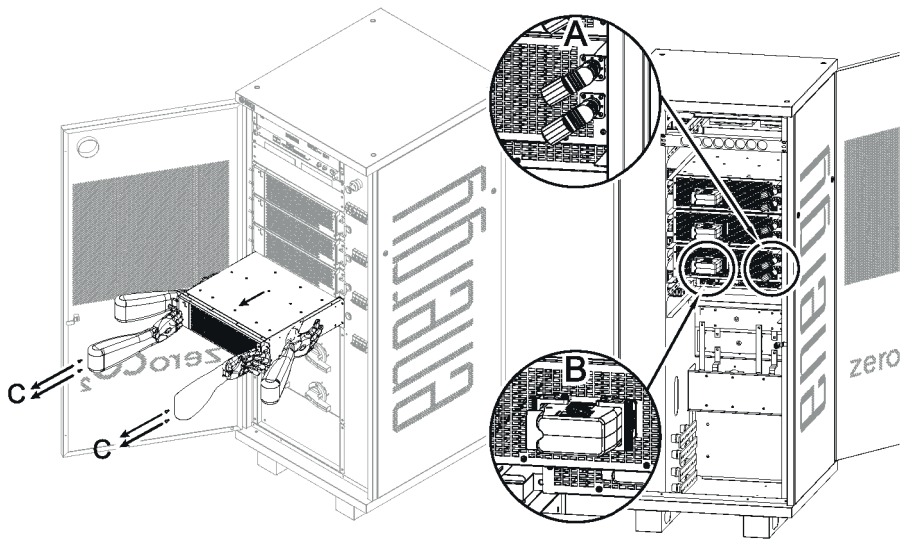

Fig. 7.17 - Sostituzione del modulo PCS
- Accedere dal pannello posteriore e scollegare i cavi di potenza DC (A, Fig. 7.17) e il connettore AC (B , Fig. 7.17) dal retro, scollegare i cavi di comunicazione dalla parte frontale.
- Rimuovere le 4x viti M5 che fissano il modulo al rack (C , Fig. 7.17) e sfilare.
- Ricollegare i cavi DC (A Fig. 7.17) e AC (B Fig. 7.17) dalla parte posteriore. Fare riferimento allo schema elettrico fornito per il collegamento dei cavi di comunicazione.